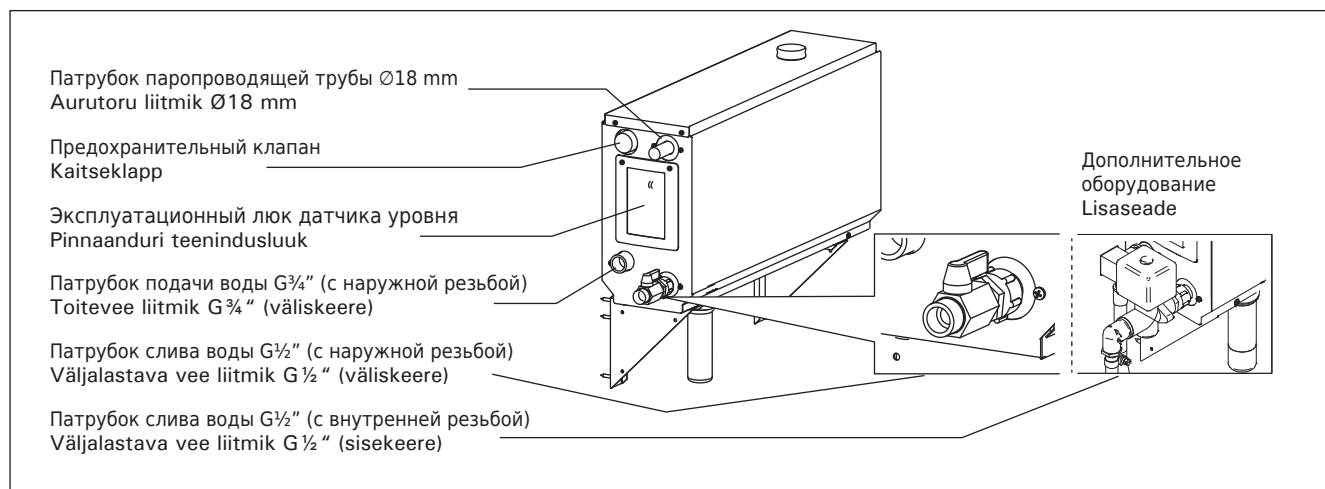

Рисунок 8. Схема соединений парогенератора
Смотрите рисунок 8. Трубу для слива воды следует вывести к стоку в канализацию.
**Пар должен беспрепятственно выходить из сопел. В случае блокировки паровых сопел и/или паропроводящих труб пар выходит из предохранительного клапана (рисунок 8).**